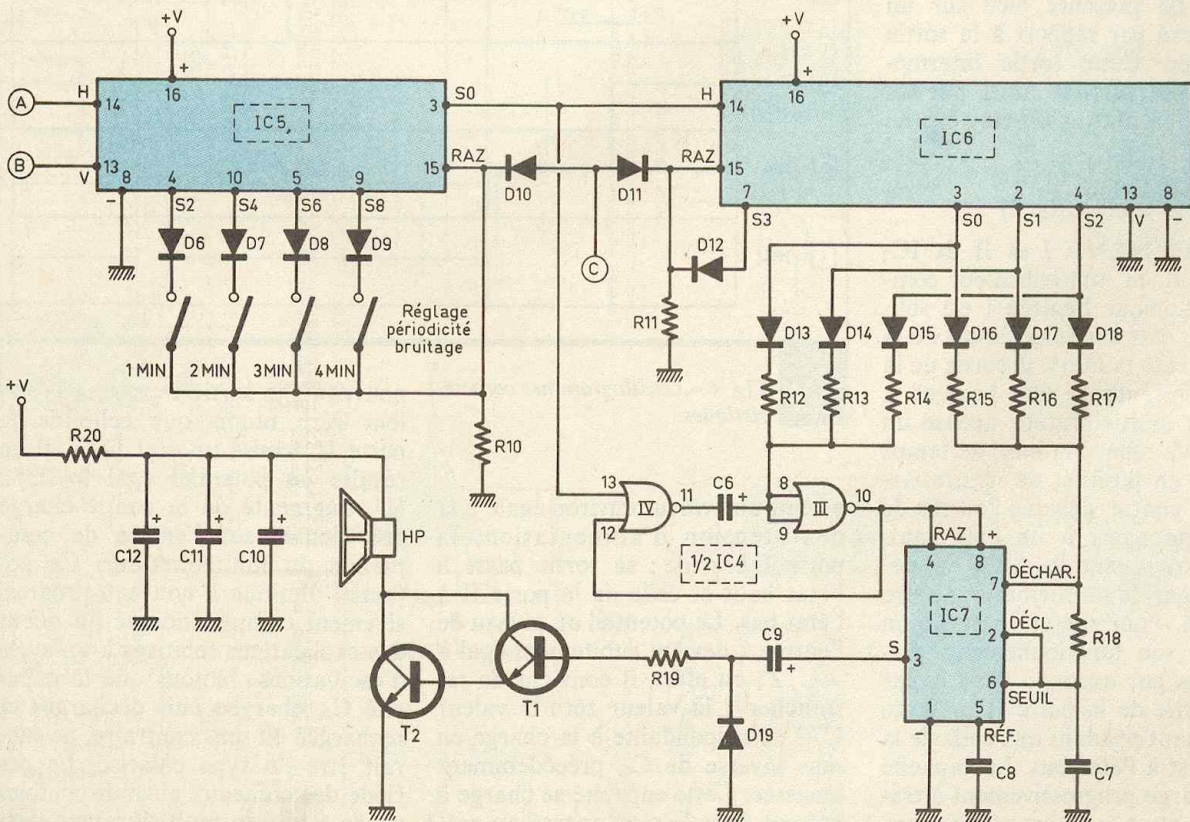

Fig. 3 Production des effets sonores.
L'unique circuit imprimé est de petite taille ; son tracé est donné à la figure 3. Nous vous conseillons d'employer la méthode photographique pour réussir un circuit irréprochable et sans problème. Les dimensions de la plaquette conviennent pour un coffret Retex Elbox RE₁. La mise en place des composants sera menée à bien à l'aide de la figure 4. De nombreux straps en fil nu rigide ne purent être évités et, bien que disgracieux, ils sont toujours préférables à l'utilisation du circuit double-face, bien dé-
Fig. 3 à 4 *Tracé du circuit imprimé et implantation à l'échelle.*
e) Périodicité de production du son (fig. 3)
f) Production de différents sons (fig. 3)
f) Amplification et... économies d'énergie (fig. 3)